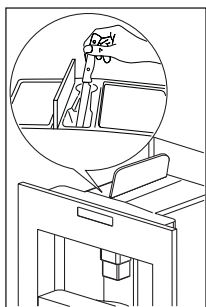

Рис. 28
- ▶ Регулярно (приблизительно один раз в месяц) проверяйте, не засорилась ли воронка для молотого кофе (Рис. 28).
- ▶ Удалите остатки пылесосом (Рис. 28).